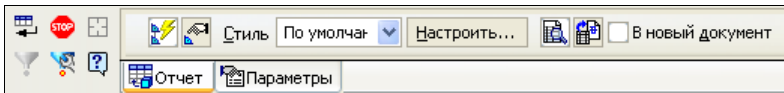

Рис. 28.15. Панель свойств: Создать отчет
- ◆ на вкладке **Отчет** Панели свойств (рис. 28.15) нажмите кнопку **Настроить**. В открывшемся диалоговом окне **Параметры стиля отчета** (рис. 28.16) вы можете настроить и сохранить параметры текущего отчета в библиотеку. Элементы управления диалогового окна **Параметры стиля отчета** рассмотрены в табл. 28.1. На этой вкладке: